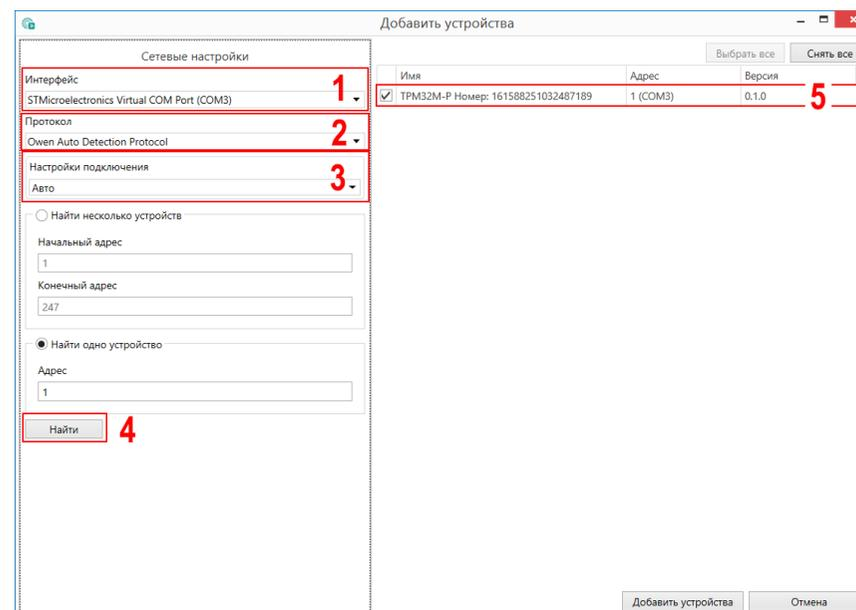

Рисунок 6.2 – Настройки связи с устройством
6. Выбрать интерфейс для подключения (см. рисунок 6.2, 1). Номер COM порта, присвоенный прибору, можно узнать в Диспетчере устройств Windows.
7. Выбрать устройство (см. рисунок 6.2, 3). Модификация прибора указана на боковой стороне прибора.
8. Выбрать протокол **Owen Auto Detection Protocol** (см. рисунок 6.2, 2).
9. В графе "Настройки подключения" выбрать **Авто** (см. рисунок 6.2, 3).
10. Выбрать **Найти одно устройство**, если добавляется один прибор. Запустить поиск нажатием на кнопку **Найти** (см. рисунок 6.2, 4).
11. Выделить найденное устройство (см. рисунок 6.2, 5).
12. Добавить устройство в проект Конфигуратора по нажатию кнопки **Добавить устройства** (см. рисунок 6.2).
Допускается обновление одного или нескольких устройств. Следует выделить нужные устройства из списка (см. рисунок 6.2, 5) и выбрать **Обновить устройство** в контекстном меню или главном меню.